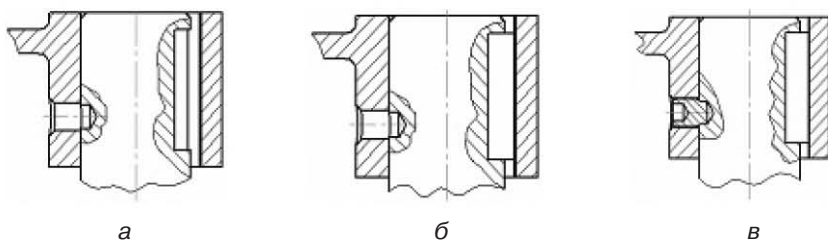

Рис. 3.34. Добавление компонентов: *а* — деталей; *б* — шпонки; *в* — винта
4. Рационально расположите компоненты сборки (рис. 3.34, *а*). Для их сопряжения примените операцию **Соосность** для отверстий под установочный винт.
10. На экране появится фантом вставляемой шпонки. Укажите точку вставки и установите шпонку в нужное место (рис. 3.34, б).
12. При необходимости примените операцию Переместить компонент и установите винт в нужное место (рис. 3.34, в).